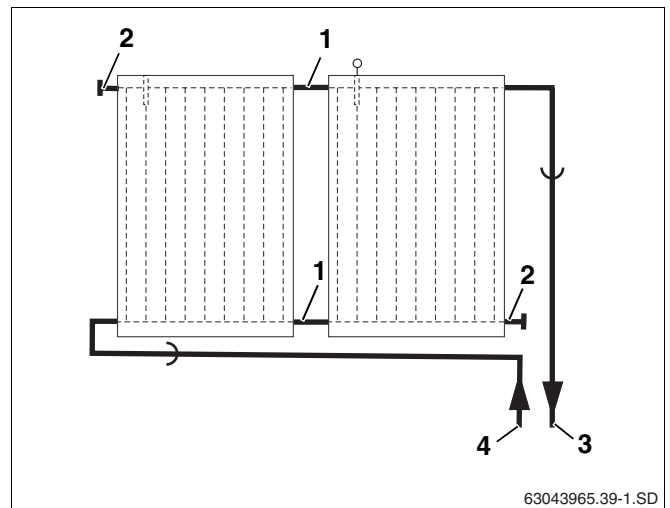
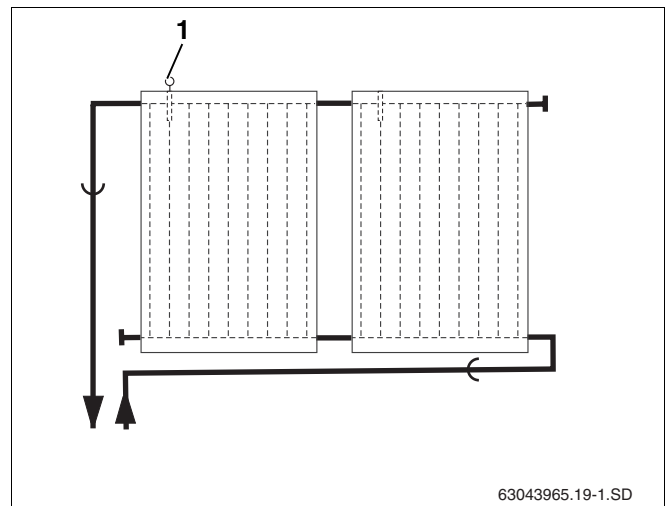

fig. 37 Ligação hidráulica – tubagem de impulsão à direita
fig. 38 Ligação hidráulica – tubagem de impulsão à esquerda
O campo de colectores deve levar tubos segundo o princípio de Tichelmann. Assim, cada colector recebe o mesmo caudal (fig. 37).
A tubagem de impulsão pode ser colocada à direita (fig. 37) ou à esquerda (fig. 38). Nestas instruções, a tubagem de impulsão está representada do lado direito.
Os colectores devem ser instalados de forma a que as passagens do sensor para a recepção do sensor do colector (fig. 38, **item 1**) se encontrem em cima.